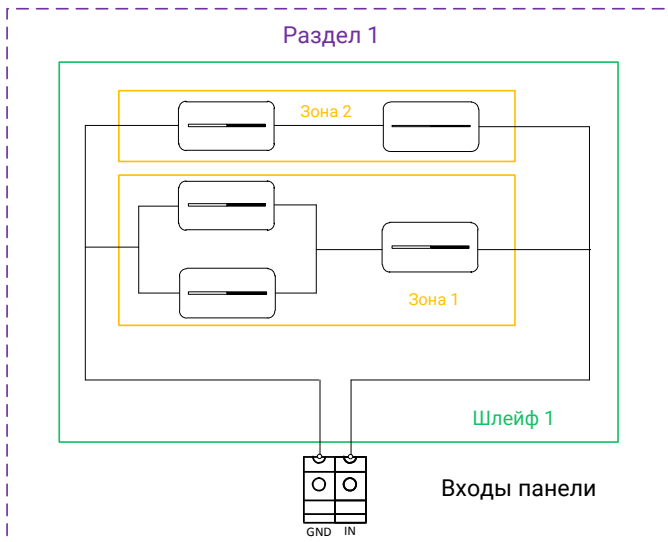

Рисунок 5. Пример формирования зон, шлейфов и разделов
- **Шлейф** - линия связи (провод), по которой датчики подключаются к панели. Шлейф может содержать одну и более зон (рис. 5).